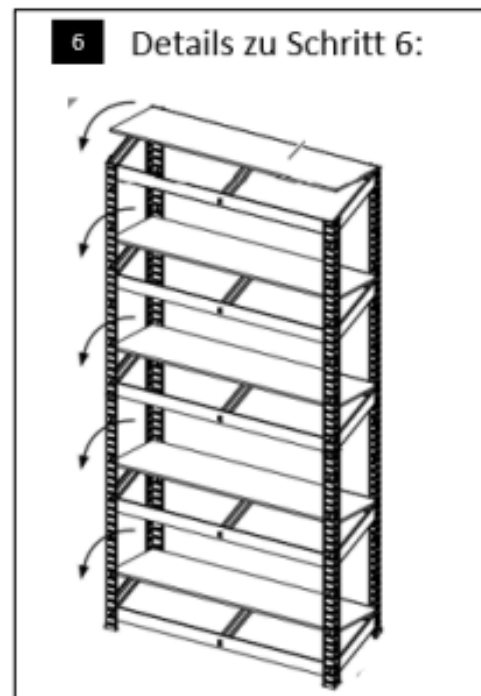

Abbildung 6
- **Schritt 6:** Die 5 Fachböden (Bauteil A) dann einfach auf die Streben auflegen (siehe Abbildung 6).